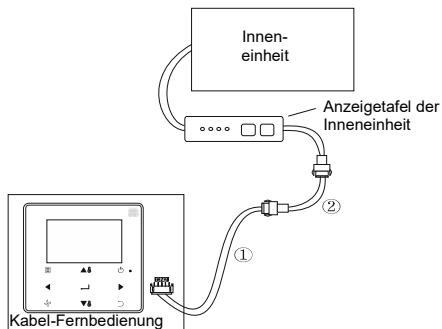

Abb. 12
6. Bei der DC-Inneneinheit einer anderen als der 2. Generation ist die Kabel-Fernbedienung über den Port CN2 an die 5-polige Steckverbindung auf der Anzeigetafel der Inneneinheit anzuschließen. Siehe Abb. 12. Zur Verbindung werden die Standardkabel ① und ② benutzt, die im Zubehör der Kabel-Fernbedienung enthalten sind.